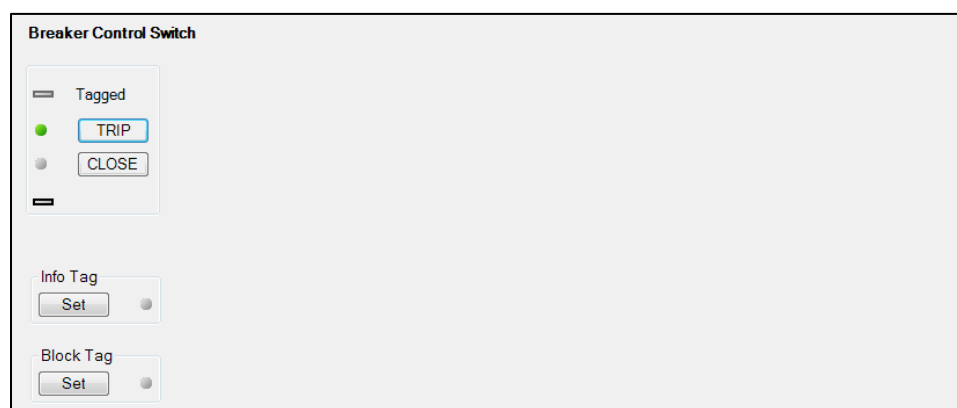

Figure 34-2. Écran de contrôle Commutateur de contrôle du disjoncteur
1. Utilisez l'Explorateur des mesures pour ouvrir l'arborescence Contrôle/Commutateur de contrôle du disjoncteur (Figure 34-2).